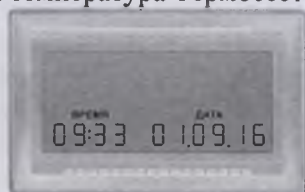

Рис.3.1
- текущие время и дата (рис.3.1);